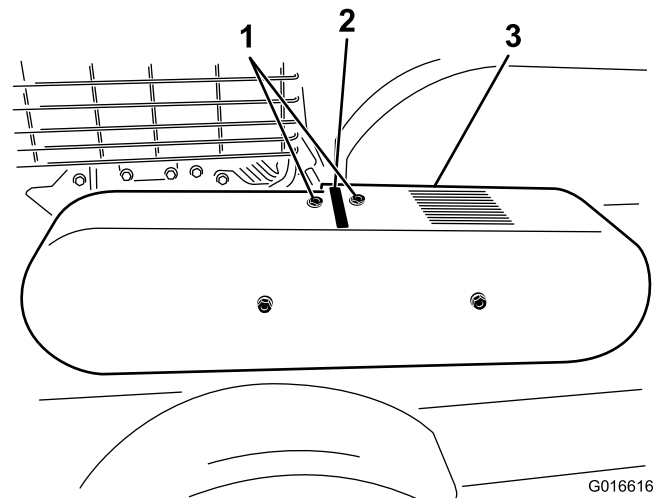

Figura 25
Nota: Compruebe la tensión de la correa de transmisión insertando una regla metálica a través de la ranura de la parte superior del protector de la correa (Figura 25) y presionando hacia abajo sobre la regla con un dinamómetro. La fuerza debe ser de 6.5–7.5 kg (15 libras \pm 0.75 libras) con 1 cm (0.40 pulgadas) de desviación de la correa. Ajuste según sea necesario.
2. Retire el protector de la correa (Figura 25).